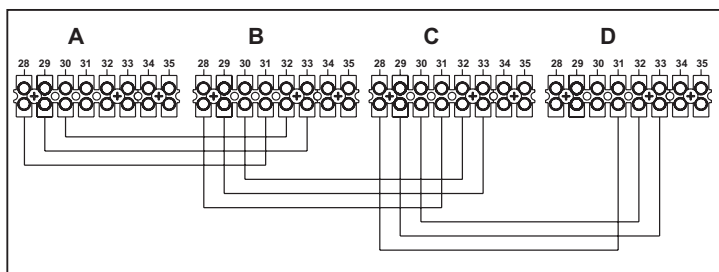

рис. 25 - Соединение в батарее
1. Соедините два модуля, как показано на рис. 25
В противном случае переключите электрическое питание и проверьте кабельные соединения в рис. 25.